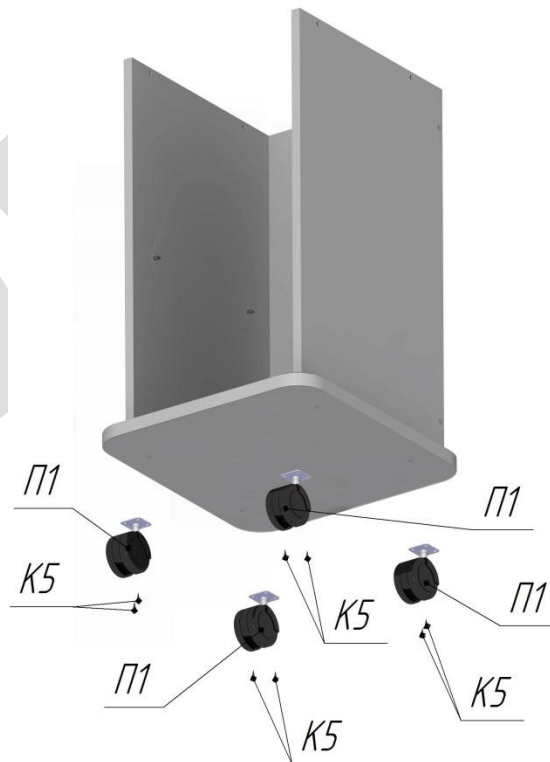

Рисунок 9
12. Установить ролики П1 (4шт.) под деревянный модуль при помощи саморезов К5 (8шт.). См.Рис.9.